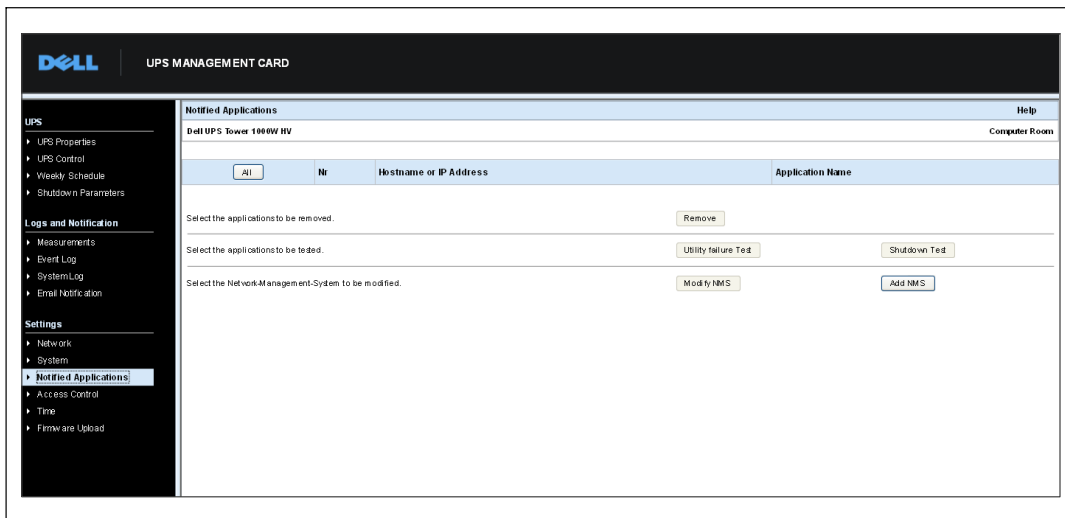

Abbildung 33. Seite „Benachrichtigte Anwendungen“
- 1 Wählen Sie **Benachrichtigte Anwendungen** aus der Menüleiste. Die Seite „Benachrichtigte Anwendungen“ wird geöffnet (siehe Abbildung 33).